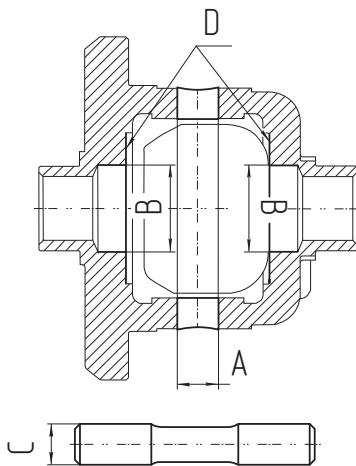

Рис. 2
4. Осмотрите корпус на предмет наличия сколов, трещин, задиров или подобных повреждений на рабочих поверхностях. Посадочные места полуосевых муфт не должны иметь видимого износа, а установленная полуосевая муфта не должна иметь ощутимого радиального люфта. Перед установкой блокировки произведите замеры, приведенные на **Рис. 2** и **Табл. 1**. Если хоть один из размеров не будет соответствовать указанным значениям, корпус необходимо заменить на новый или лучшего состояния.